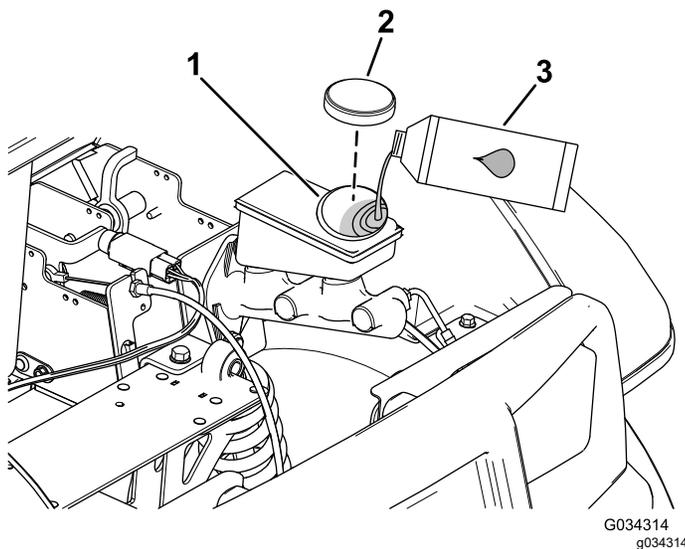

図 53
2. フードを持ち上げてブレーキのマスターシリンダとブレーキ液タンクにアクセスできるようにする 図 53。
A. ウェスでタンクのキャップの周囲をきれいに拭いてキャップ外す 図 53。
- C. タンクにキャップを取り付ける 図 53。